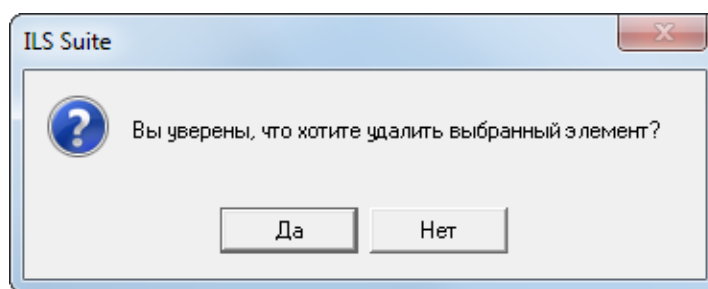

Рис. 13-173 – Диалоговое окно при удалении
4) В открывшемся окне нажать кнопку «Да» для подтверждения действия (рис. 13-173).